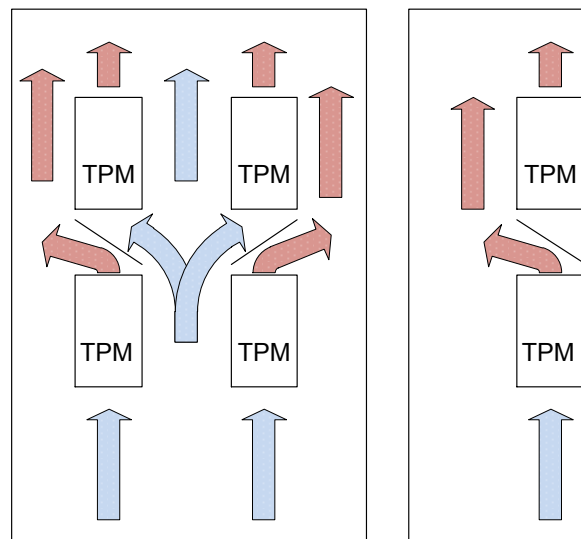

Рис. 11
- При установке регуляторов друг над другом между ними должно быть не менее 15см свободного пространства и дополнительно установлен дефлектор для отвода горячего воздуха (см. рис. 11).